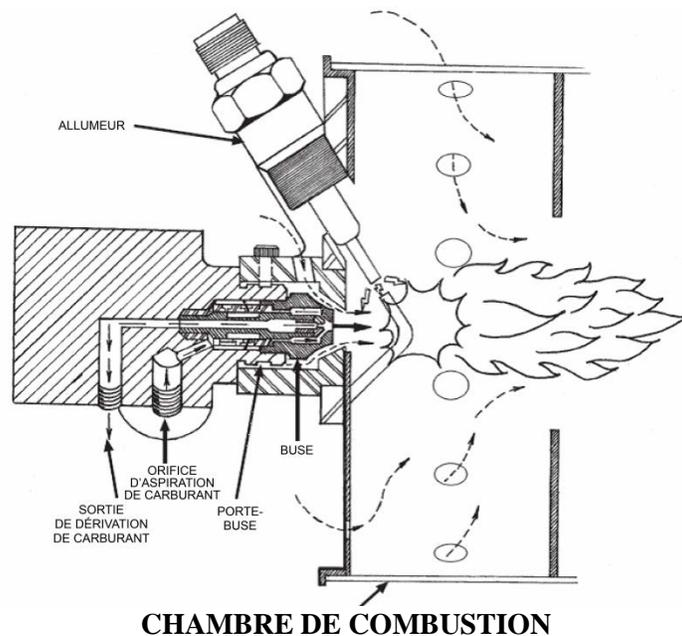
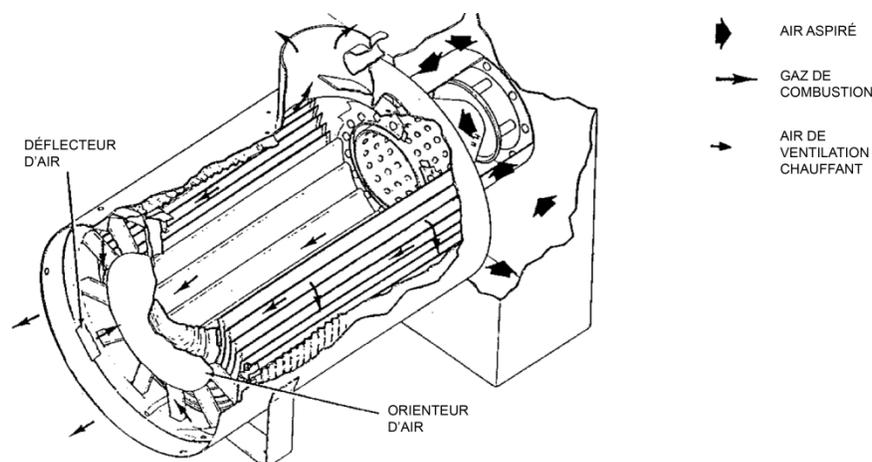

Figure 2-4. Vue en coupe de la buse et de la chambre de combustion
Figure 2-5. Débit d'air
2.9 Le carburant qui s'écoule de la buse est allumé dans la chambre de combustion (*voir la figure 2-4*). Le carburant brûlant atteint une plaque ou une cible dans la chambre de combustion, puis il est diffusé dans l'échangeur thermique. L'air du ventilateur pénètre dans les trous sur le côté de la chambre de combustion d'une manière qui assurera un bon mélange carburant-air. De la chambre de combustion, le carburant brûlant circule à travers l'échangeur thermique en spirale entre les surfaces des tubes d'air de ventilation, puis il est expulsé à travers les tubes parallèles et l'espace entre les surfaces des tubes d'air de ventilation; là, il est expulsé par l'ouverture d'échappement située en haut de l'enveloppe (*voir la figure 2-5*). L'air de ventilation ou de chauffage est forcé à travers les tubes parallèles et l'espace entre l'enveloppe de l'échangeur thermique et le boîtier. La chaleur est échangée entre les gaz d'échappement chauds et l'air de ventilation. À l'extrémité de décharge de l'échangeur thermique se trouvent les éléments de détection de température. La commande d'air se compose d'un déflecteur et une série de tubes radiaux. L'air qui circule entre les parois de l'échangeur thermique et l'enveloppe est dirigé radialement vers l'intérieur, derrière la chicane où il est mélangé avec l'air chaud sortant des tubes parallèles de l'échangeur thermique. Ce mélange assure une température plus uniforme dans le courant d'air de décharge. L'adaptateur de conduit est installé sur l'extrémité de décharge de l'appareil de chauffage pour relier le conduit flexible (*voir la figure 2-2*).